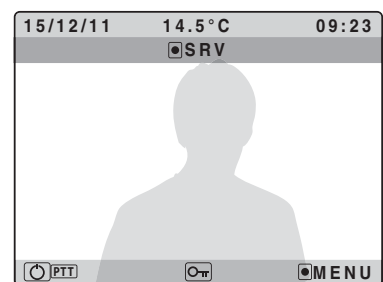

Fig.2c
- Attivare il servizio secondario tenendo premuto il pulsante  fino alla segnalazione di attivazione Fig.2c;
- To enable the secondary service keep pressed the  until the activation signals (call tone plus message) are received Fig.2c;